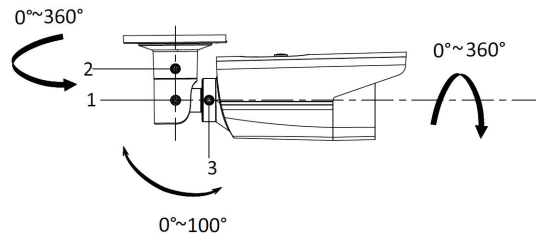

Abbildung 3: Justierung der Kamera in 3 Achsen; 1, 2, 3 - Verriegelungsschrauben
Die Kamera kann in Innen- und Außenräumen (Schutzart IP67) verwendet werden, wo sie an einer Wand installiert werden kann. Die Installationsposition der Kamera ist aufgrund eines Gelenkhalters, der in allen drei Achsen justiert werden kann, einfach einzustellen (siehe Abbildung 3).
- Führen Sie die Anmeldung der Kamera durch (siehe Abschnitt: Anmeldung bei dem Server), um einen Zugriff auf die Vorschau zu erhalten und justieren Sie die Kamera in den drei möglichen Achsen in der gewünschten Richtung, siehe Abbildung 3.